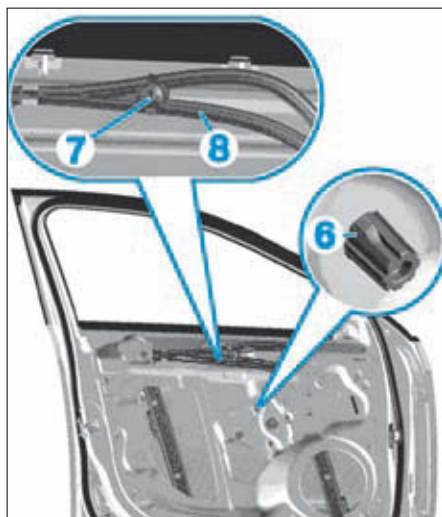

FIG. 61
- Déverrouiller les écrou-cages (6) du lève-vitre en engageant une douille de 11 mm dessus (Fig.61).
- Dégrafer l'agrafe (7) du câble (8) pour le dégager du guide.